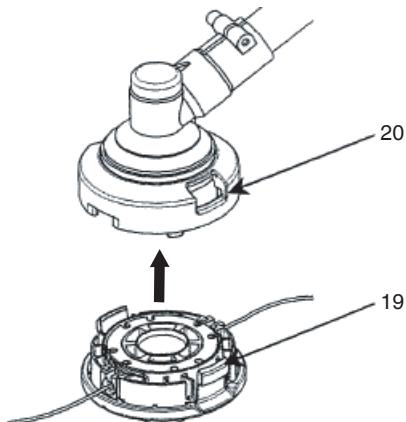

Fig. 25
- (6) Placez le couvercle sur le boîtier de façon à ce que les attaches de blocage (19) sur le boîtier rencontrent les longs trous (20) sur le couvercle. Ensuite, appuyez bien sur le boîtier jusqu'à ce qu'il s'enclenche. (Fig. 25)